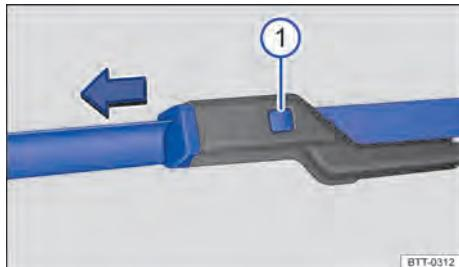

Fig. 140 Substituir as palhetas dos limpadores do para-brisa.
- Manter o botão de destravamento \Rightarrow Fig. 140 ① pressionado e, ao mesmo tempo, retirar a palheta dos limpadores do para-brisa no sentido da seta.